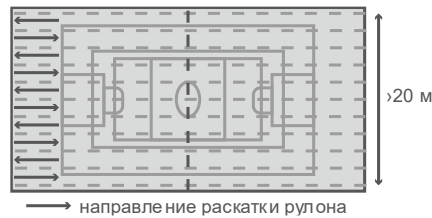
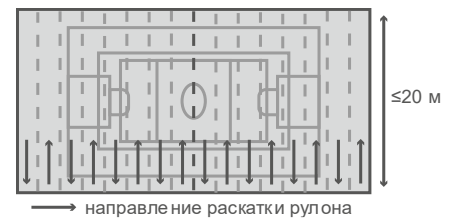

Рисунок 3
Рисунок 4
9.5 Для помещений, размеры которого требуют укладки двух и более полотен спортивного линолеума ПВХ следует применять схему раскатки полотна (см. Рисунок 3 и Рисунок 4). Рулоны необходимо раскатывать последовательно в увеличивающемся порядке по номеру партии, серии и номеру рулона.